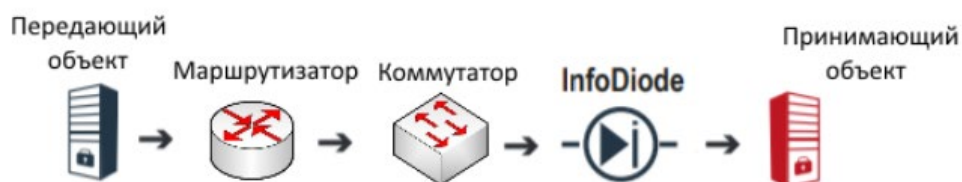

Рис. 11. Изделие установлено после граничного маршрутизатора
2. Приемный объект не имеет внешнего IP-адреса, Изделие установлено после граничного маршрутизатора (Рис. 11)